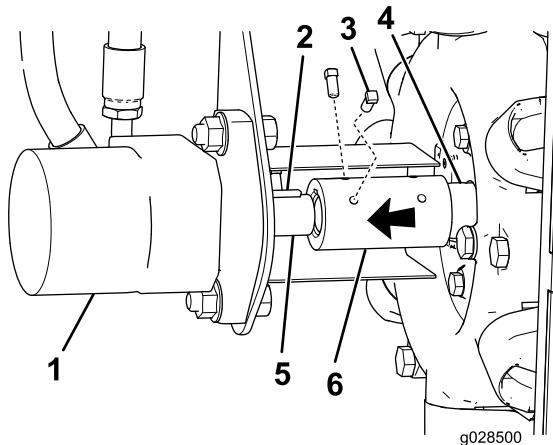

Figura 7
2. Instale la chaveta semicircular en el chavetero del eje del motor hidráulico (Figura 7).
3. Alinee la ranura del acoplamiento del eje con la chaveta semicircular y coloque el acoplamiento de los ejes en el eje del motor hidráulico (Figura 7).
4. Alinee la ranura del extremo abierto del acoplamiento de los ejes con la chaveta semicircular del eje de la bomba de fumigación (Figura 7).
- Nota:** Asegúrese de que hay una chaveta semicircular en el chavetero del eje de la bomba de fumigación (Figura 7).
5. Posicione el acoplamiento de manera uniforme sobre los ejes del motor y de la bomba (Figura 7).
6. Aplique fijador de roscas de grado medio a los 4 tornillos de cabeza cuadrada, y sujeté el acoplamiento de los ejes a los dos ejes con los tornillos (Figura 7).